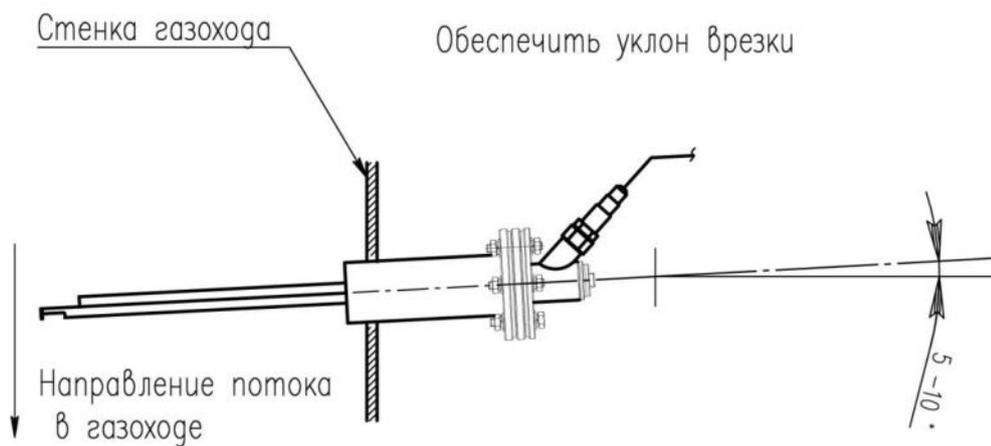

Рис. 9 – Рекомендуемое положение пробоотборного устройства (горизонтальное)
- горизонтальное, см. *Рис. 9*